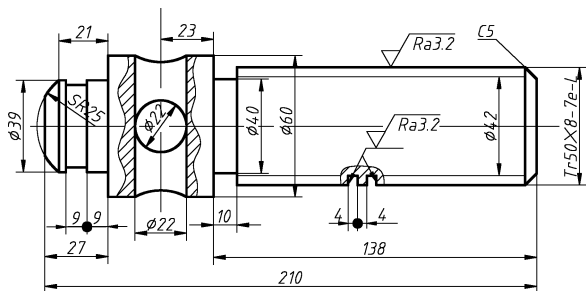

图 11-18 螺杆的粗糙度标注示例
4) 标注表面粗糙度。绘制表面粗糙度符号，将其复制到各相应位置，并修改其数值，结果如图 11-18 所示。